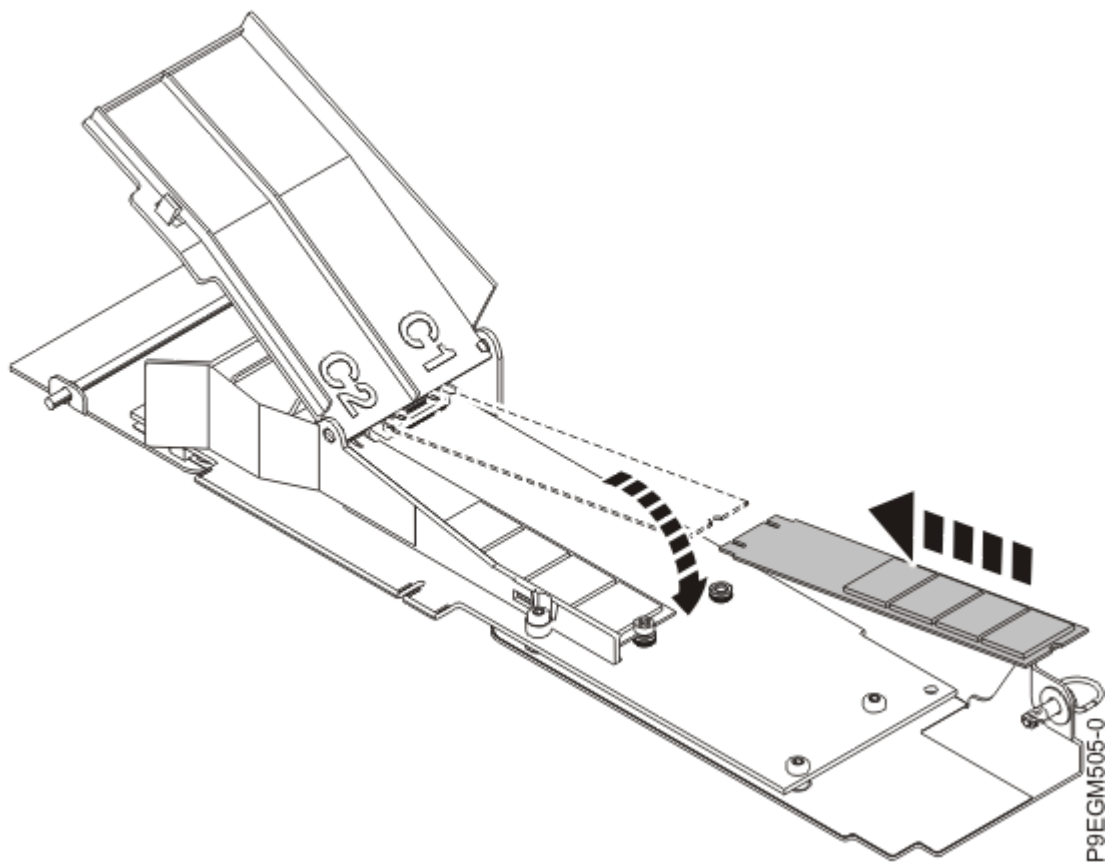

Abbildung 32. NVMe M.2-Flashmodul installieren
2. Schieben Sie eines der neuen NVMe M.2-Flashmodule in den Stecksockel der NVMe M.2-Trägerkarte. Siehe Abbildung 32 auf Seite 38.